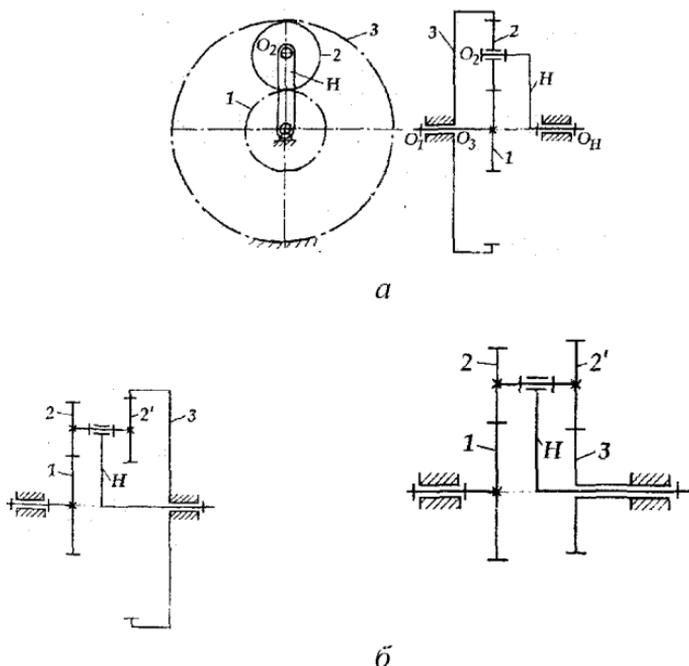

Рис. 12. Планетарные механизмы:
**Планетарные механизмы.** Они являются частным случаем дифференциальных механизмов, когда одно из центральных колес заторможено, и степень подвижности механизма  $W = 1$ . На рис. 12 приведены примеры однорядных и двухрядных планетарных механизмов. Для них число степеней подвижности равно